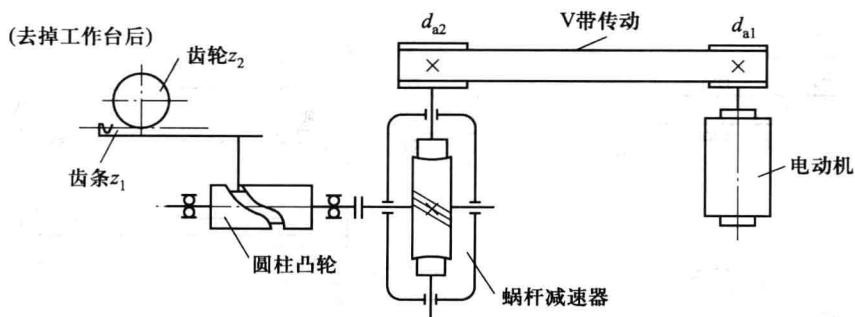

图 15.3
(2) 传动方案 2
① 电动机 $\rightarrow$ V 带传动 $\rightarrow$ 蜗杆传动 $\rightarrow$ 圆柱凸轮机构 $\rightarrow$ 齿条齿轮传动 $\rightarrow$ 工作台轴 (与齿轮固连), 其传动简图如图 15.3 所示。